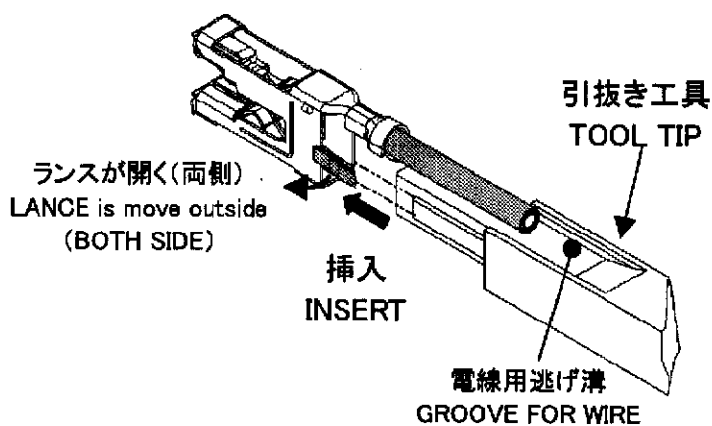

Fig.3
- 2) 工具を端子に突き当たるまで挿入するとランスが開き、端子が抜ける状態になります(Fig.3)。
- 2) Insert the tool until tool tip touches the terminal then the lance of housing is moved outside and the terminal can be extracted (Fig.3).